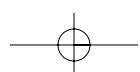

Fig. 1
- Frontdæksel åbnes ved KUN at stikke en lille skruetrækker ind i luftgitteret på begge sider af termostaten (fig. 1)